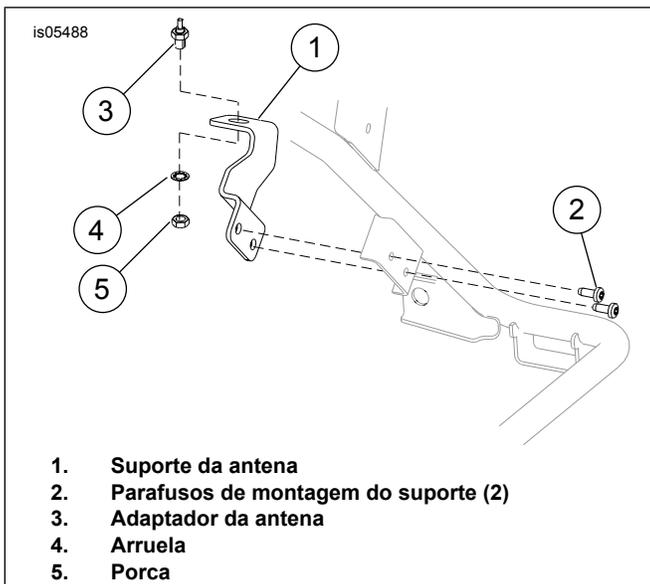
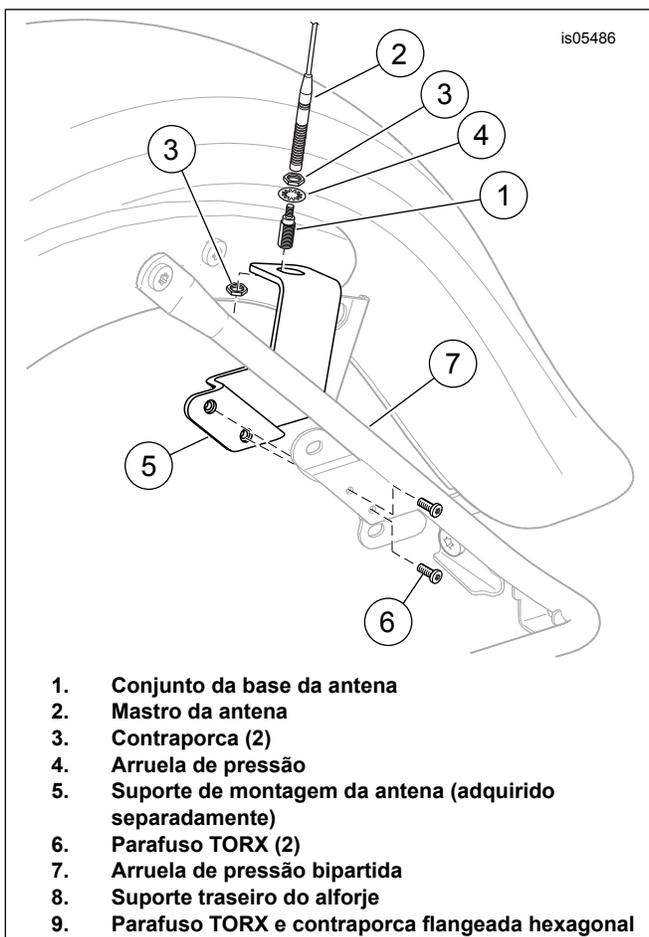
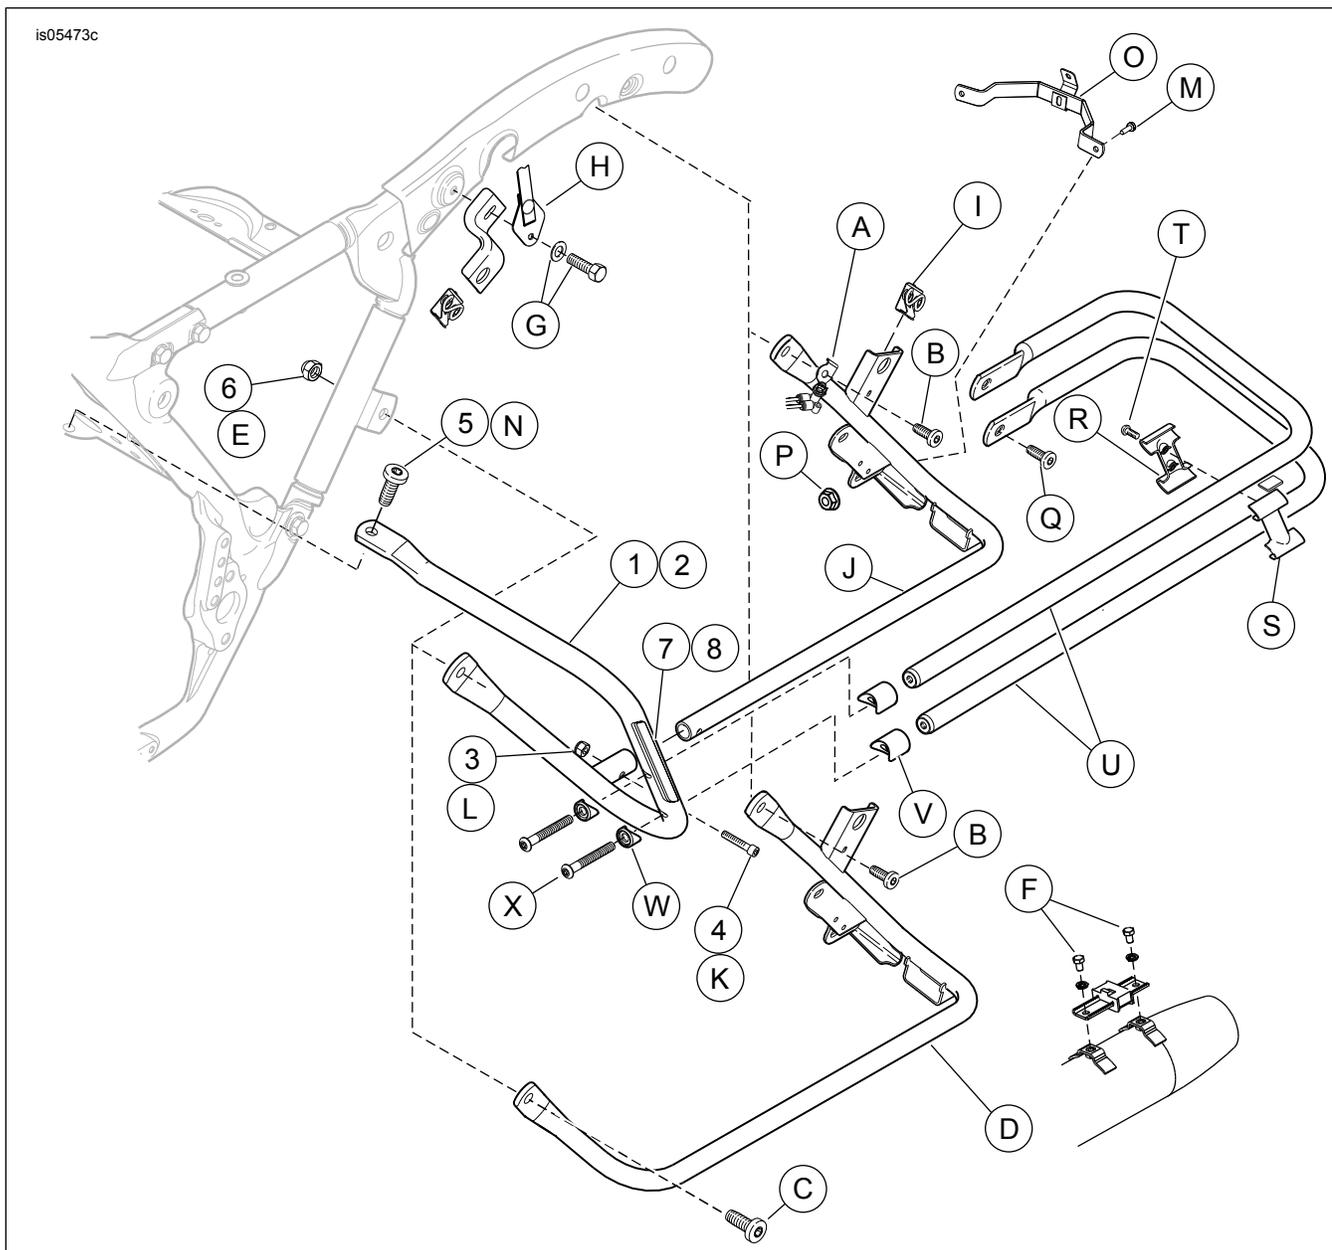

Figura 1. Remoção da antena e do suporte
Figura 2. Suporte de montagem da antena
Figura 3. Peças de reposição: Kit de proteção do alforje (lado esquerdo mostrado)
Veja a Figura 3 e a Tabela 1.
2. Veja a Figura 3. Remova o parafuso e arruela (G) da tira de apoio. Remova a tira de apoio (H). Remova o assento seguindo as instruções do Manual de serviço.
1. Veja a Figura 3. Remova os parafusos (F) que fixam as proteções dos alforjes nos suportes do silenciador.
2. Remova o parafuso (M) e a porca (P). Guarde o parafuso (M) para a instalação. Descarte a porca (P).
3. Remova os parafusos (B, N e C) e a porca (E). Guarde os parafusos (B e C) para a instalação. Descarte a porca (E) e o parafuso (N).
4. Remova a porca rápida (I) e guarde-a para a instalação.
5. Veja a Figura 1. Remova o suporte da antena (1), os parafusos de montagem (2), a porca de montagem da antena (5), a arruela (4) e o adaptador da antena (3). Guarde a antena e as ferragens, e descarte o suporte.
6. Remova o suporte (D) e descarte-o.
1. **Para modelos FLTR e FLHX:** Veja a Figura 3.
- a. Instale o parafuso de montagem do suporte traseiro do alforje (B) através do suporte da suspensão pneumática (A) e do suporte do alforje (J). Instale o parafuso com os dedos.
- b. Instale o parafuso (M) e a porca (P) (adquiridos separadamente). Aperte com os dedos.
- c. Instale a porca rápida (I) no suporte do alforje (J).
- d. Veja a Figura 2. Instale o suporte da antena (adquirido separadamente) com as ferragens (removidas anteriormente).
2. Instale o novo protetor dianteiro do alforje (1 ou 2) no suporte do alforje (J).
3. Instale o parafuso (4) e a porca (3). Aperte com os dedos.
4. Fixe o protetor dianteiro do alforje com o parafuso superior (5) e o parafuso inferior (C) com a porca (6). Aperte com os dedos.
5. Aperte os parafusos do proteção dianteiros (5) com torque de 43–49 N·m (32–36 ft-lbs).
6. Aperte o parafuso (C) e a porca (6) inferiores com torque de 43–49 N·m (32–36 ft-lbs).
7. Aperte o parafuso (4) e a porca (3) do suporte do alforje com torque de 8–11 N·m (70–100 in-lbs).
- a. Aperte o parafuso de montagem do suporte traseiro do alforje (B) com torque de 20–27 N·m (15–20 ft-lbs).
- b. Aperte o parafuso (M) e a porca (P) de suporte do pára-lama com torque de 20–27 N·m (15–20 ft-lbs).
- c. Instale o silenciador com os parafusos (F) e remova o suporte de madeira. Aperte os parafusos com torque de 10,8–16,3 N·m (96–144 in-lbs).